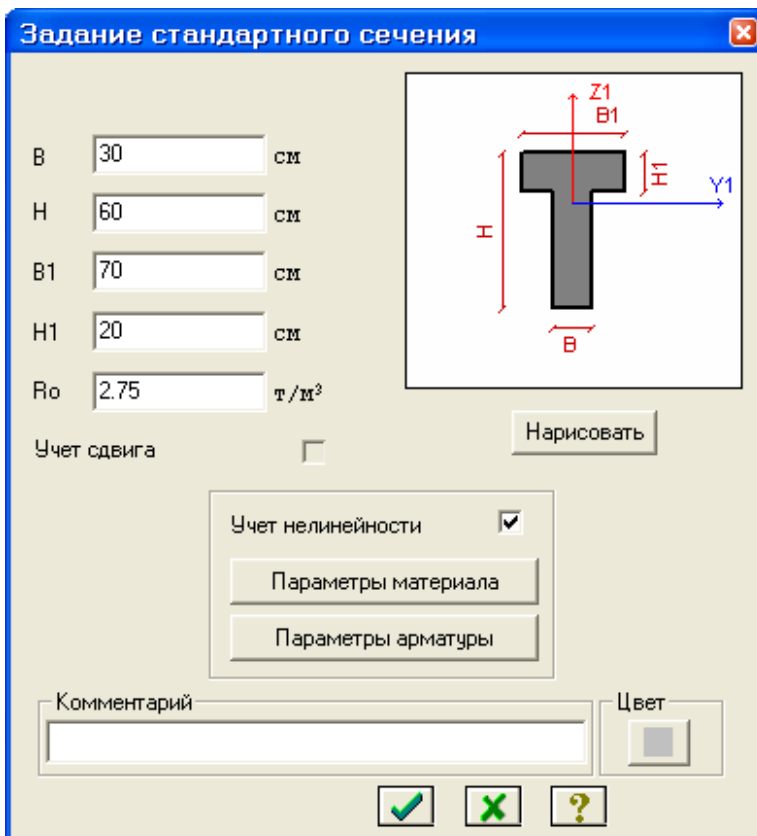
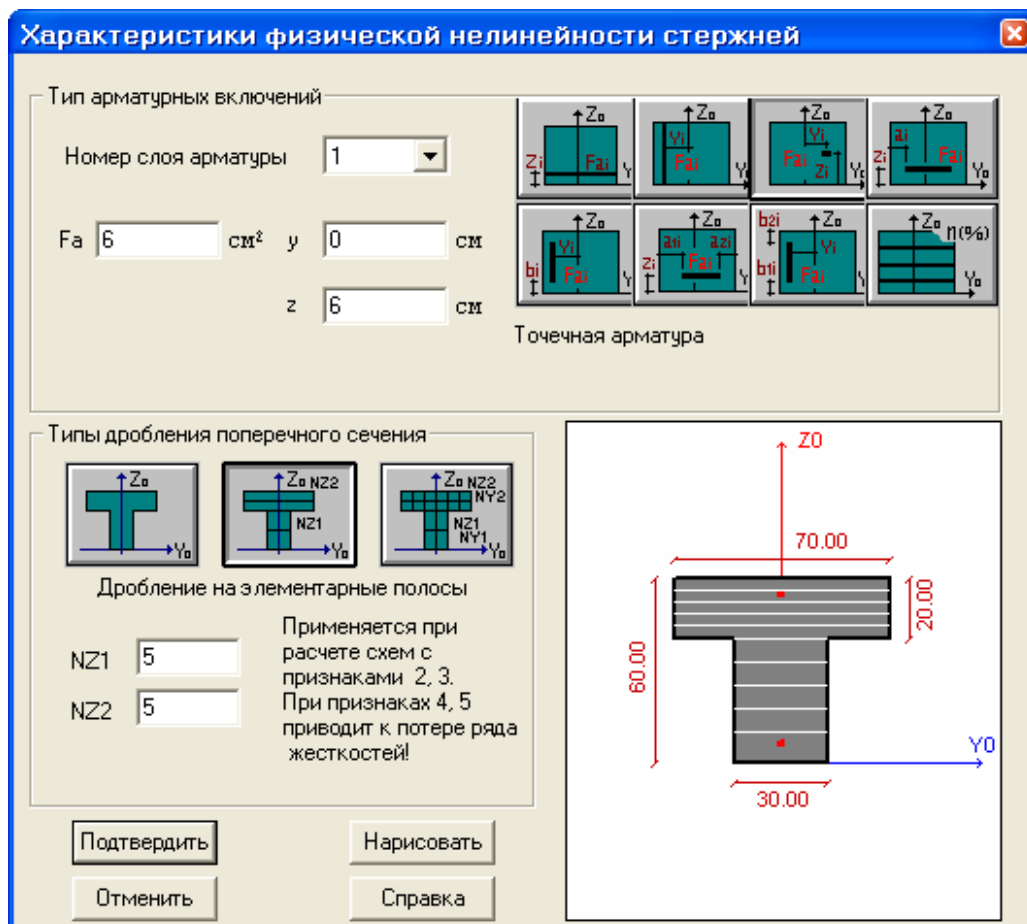

Рис.7.12. Диалоговое окно Задание стандартного сечения
Рис.7.15. Диалоговое окно Характеристики физической нелинейности стержней
- В диалоговом окне **Задание стандартного сечения** (рис.7.12) задайте параметры сечения **Тавр_Т**:
- Для задания расположения и площади арматуры, в диалоговом окне **Задание стандартного сечения** (рис.7.12) щелкните по кнопке **Параметры арматуры**. Вызывается диалоговое окно **Характеристики физической нелинейности стержней** (рис.7.15).